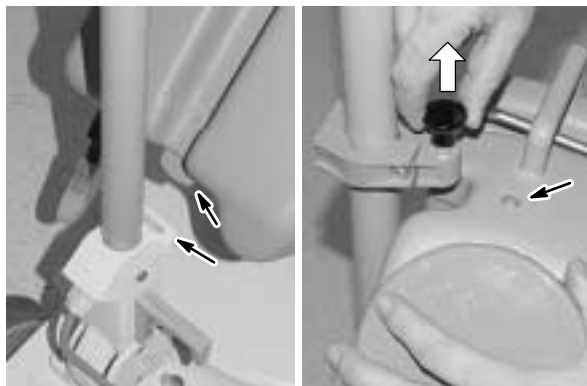

FIG. 3
- Insérez la patte située au fond du réservoir de solution dans la fente du support de réservoir, située près de la base de la poignée, comme indiqué. Fixez le sommet du réservoir avec la bride de support supérieure, comme indiqué. Puis serrez les boulons de la bride de support supérieur (Figure 3).